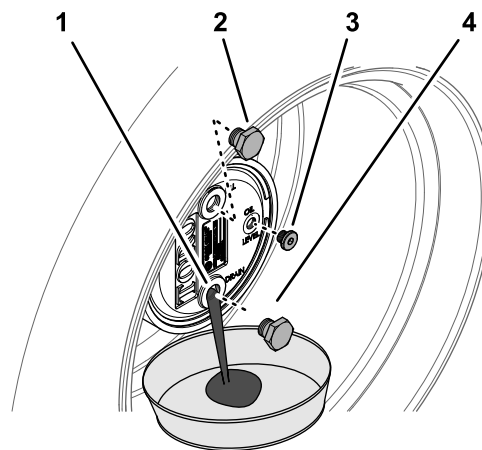

Figura 74
2. Rimuovete il tappo di riempimento nella posizione a ore 12 e il tappo di controllo nella posizione a ore 3 (Figura 74).
3. Mettete una bacinella sotto il mozzo del planetario, togliete il tappo di spurgo nella posizione a ore 6 e lasciate defluire l'olio (Figura 74).
5. Inserite il tappo di spurgo nel foro di spurgo dell'alloggiamento degli ingranaggi planetari (Figura 74).